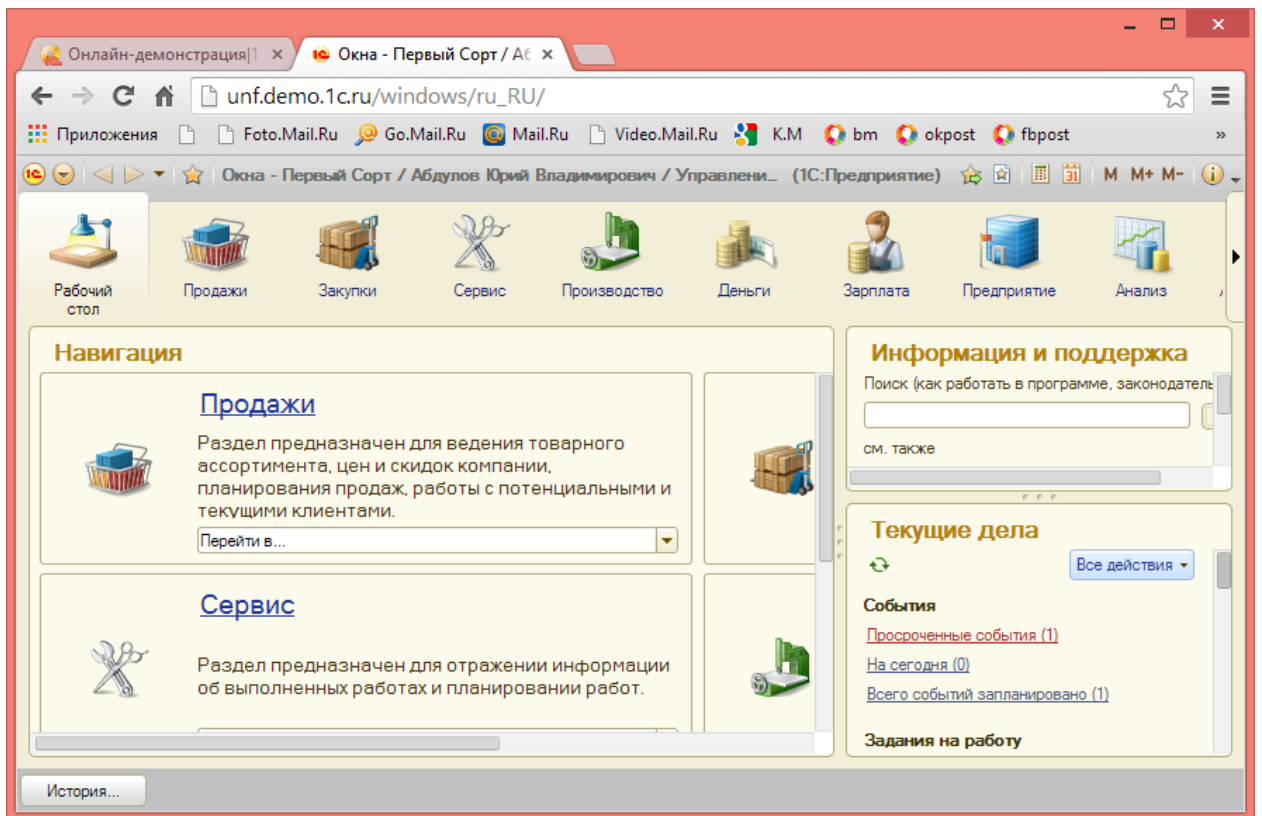

Рисунок 143 Рабочий стол
5. Изучите Рабочий стол (рис. 143) при запуске программы, назначение каждой из подсистем: «Продажи», «Закупки», «Сервис», «Производство», «Деньги» и др.